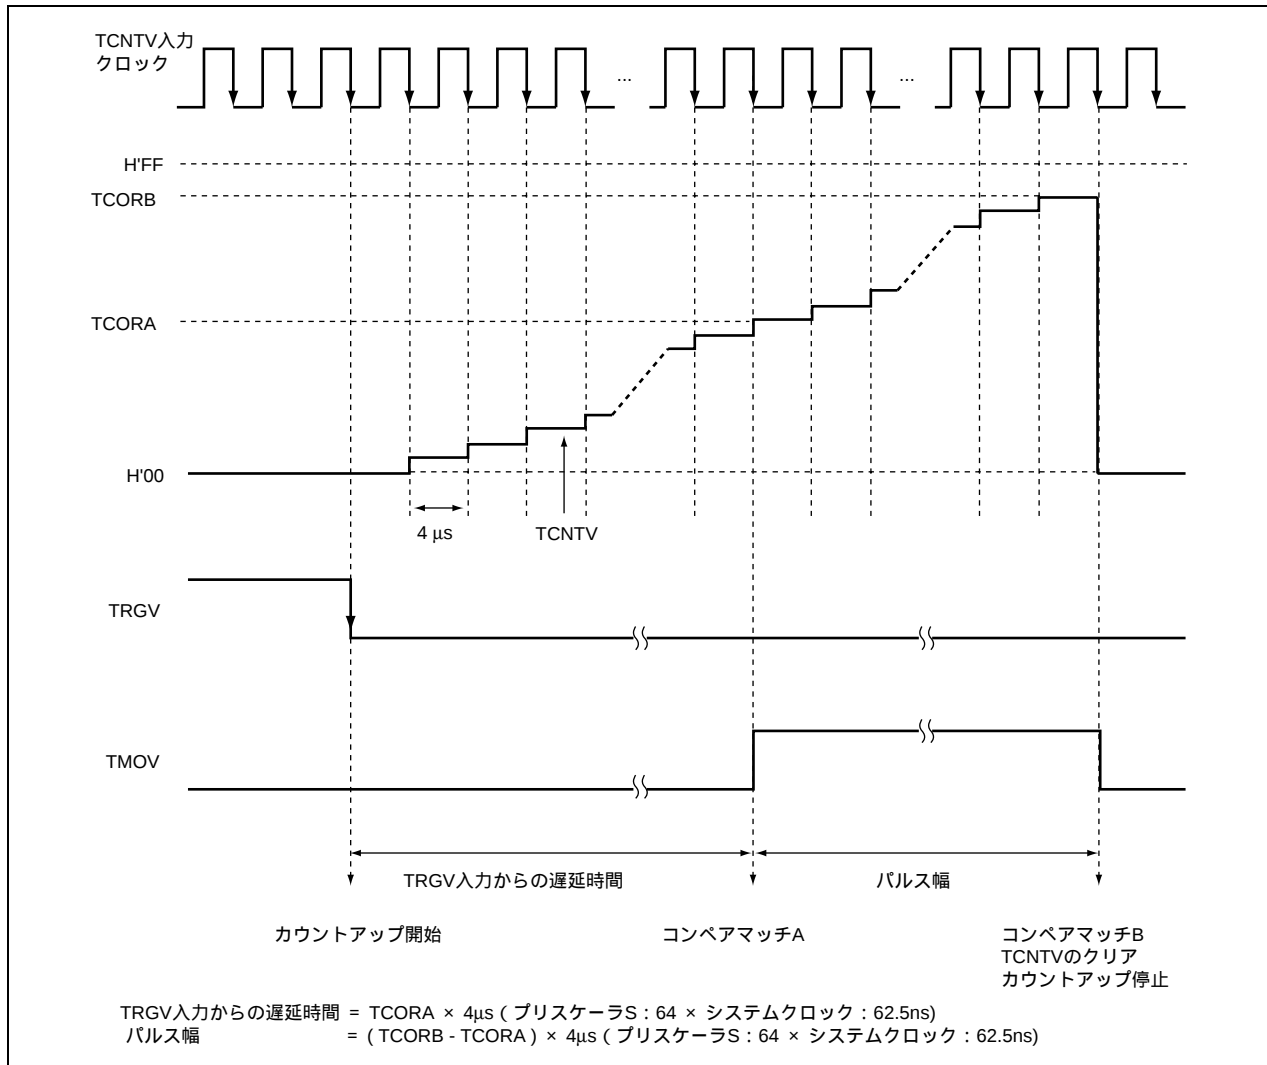

図 2.2 TRGV 入力からの遅延時間、およびパルス幅の設定方法
- (b) 図 2.2 に TRGV 入力から任意の遅延時間のパルス幅のパルス出力における遅延時間と、パルス幅の設定方法について示します。